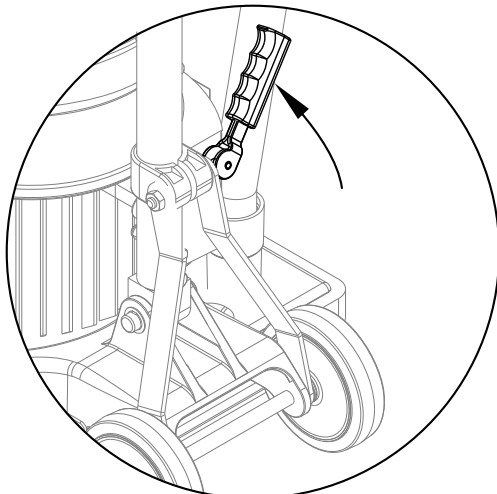

Figura 1
2. Eleve y bloquee la manija en posición vertical. Para trabar el mango, tire hacia arriba de la palanca de liberación del mango. Consulte la figura 1.